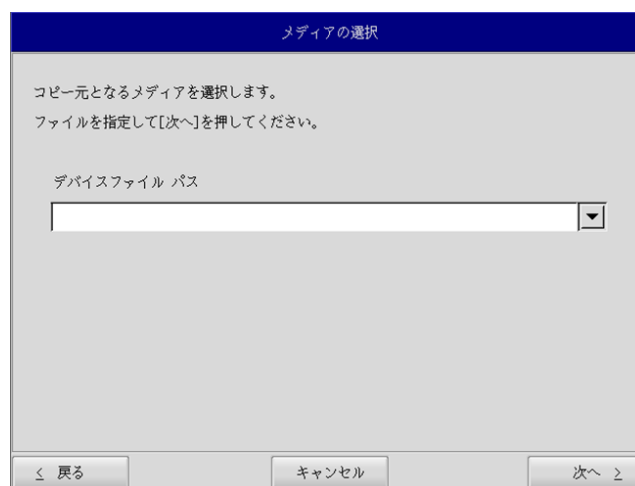

図 5-3-1. メディア選択画面
- ③ メディアの選択画面 (図 5-3-1) が表示されます。コピー元となるメディアを選択し、[次へ]ボタンを押します。